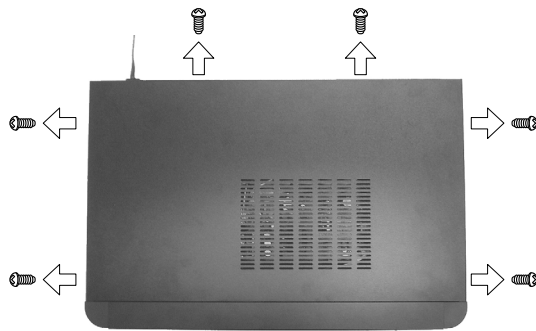

Fig. 5-1
1. Remove 6 screws and remove the top cover. (see Fig.5-1)
1. ネジを 6本外し、トップカバーを 外します。(Fig.5-1)